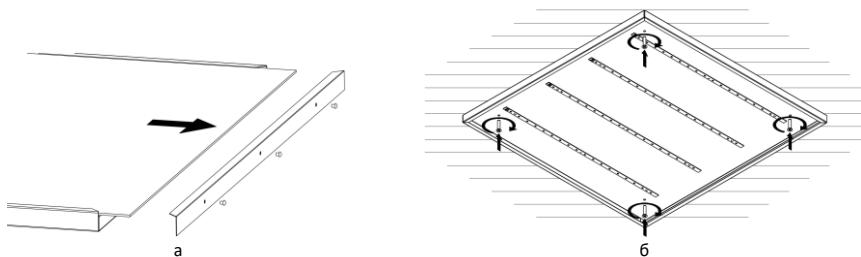

Рисунок 9 — Накладной монтаж светильника Geniled серии Офис, ЛПО.
5.4. **Накладной монтаж.** Установка светильника Geniled на ровную поверхность накладным способом. Для светильников Geniled серии Офис, ЛПО. См. Рисунок 9.
5.4.1. При помощи тонкой отвертки либо другого подходящего подручного инструмента аккуратно извлеките три пластиковые заклепки из съемной боковой крышки. Снимите крышку и извлеките рассеиватель (Рисунок 9, а).
5.4.4. Установите светильник на подготовленное место (Рисунок 9, б). Используйте метизы подходящего диаметра (<5мм).
- 5.5.1. При помощи тонкой отвертки либо другого подходящего подручного инструмента аккуратно извлеките три пластиковые заклепки из съемной боковой крышки. Снимите крышку и извлеките рассеиватель (Рисунок 9, а).